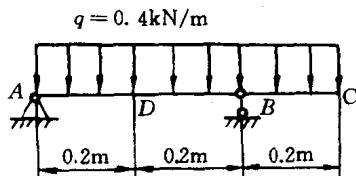

图 1-23
29. 试求如图 1-23 所示的梁指定截面 D 上的剪力和弯矩。